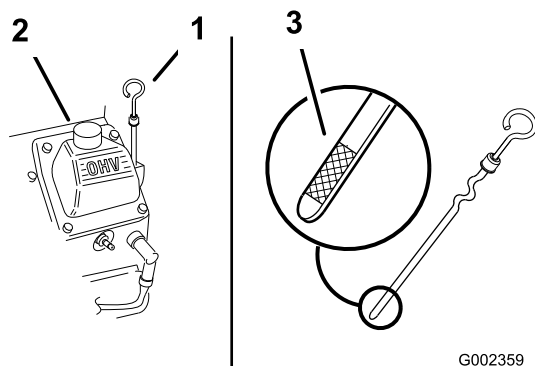

Figure 24
3. Nettoyez la surface autour de la jauge d'huile (Figure 24) pour éviter que des impuretés ne s'introduisent dans le goulot de remplissage, ce qui risquerait d'endommager le moteur.
4. Retirez la jauge d'huile et essuyez soigneusement son extrémité (Figure 24).
5. Remettez la jauge au fond du tube de remplissage, mais sans la visser (Figure 24).
6. Versez avec précaution environ 80 % de la quantité d'huile spécifiée dans le goulot de remplissage (Figure 24).